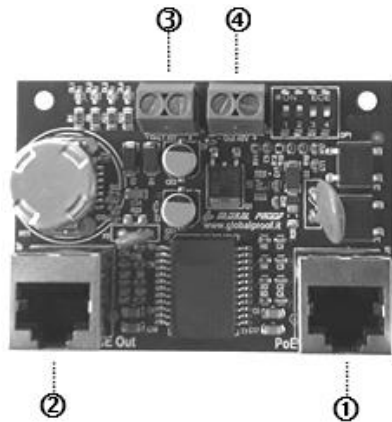

Abb. 3
- Lösen Sie die 4 Befestigungsschrauben und entfernen Sie den Splitter durch eine Bewegung nach hinten (Abb.3).
- Schließen Sie das Ethernet-Kabel wie in der folgenden Abbildung dargestellt an den Splitter. Abb.3